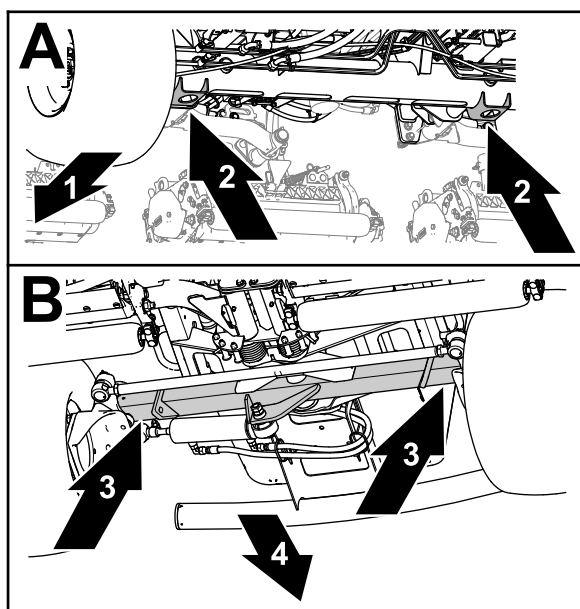

Figura 72
- Delante – los puntos de apoyo del gato del tubo del eje delantero (Figura 72).